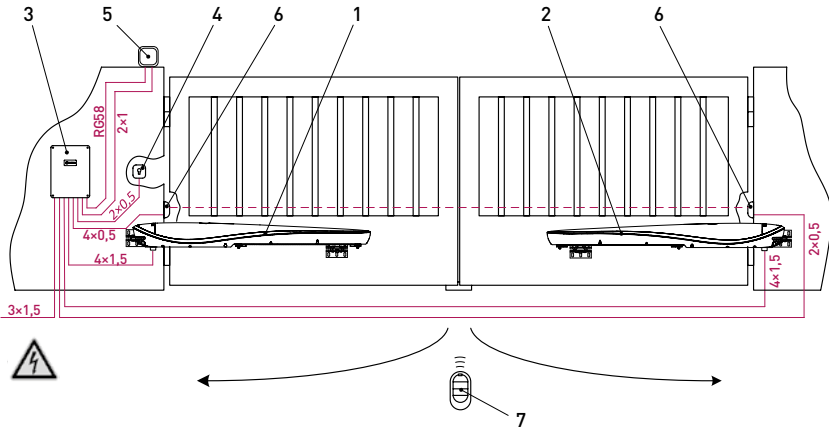

Рисунок 3. Типовая схема автоматизации двухстворчатых распашных ворот (открытие ворот внутрь)
- определите место, в которое будет установлен каждый компонент приводной системы (рис. 3). Привода и блок управления должны быть смонтированы на внутренней стороне ворот. Места установки устройств управления определите вместе с пользователем;
- проложите в соответствии с действующими нормами кабели до мест, где предусмотрена установка различных компонентов. На примере типовой схемы (рис. 3) рекомендуется использовать кабели длиной не более 20 метров;